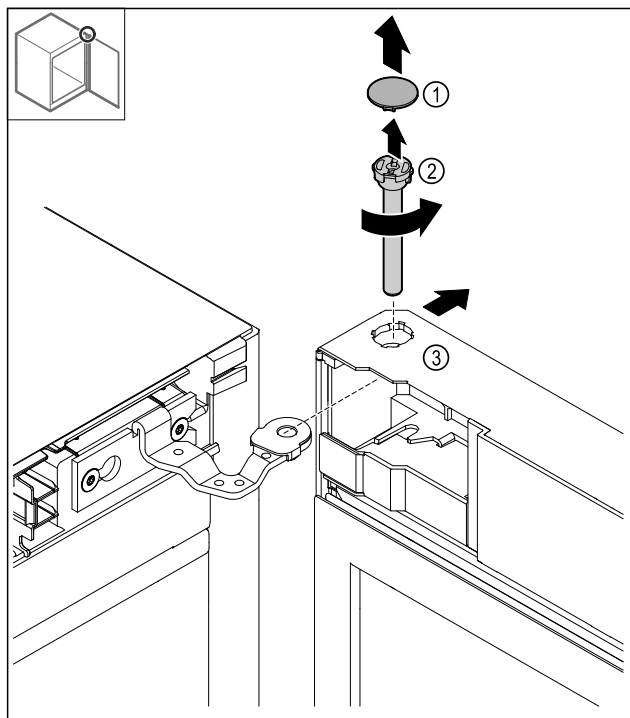

Fig. 15
- Rimuovere la copertura Fig. 15 (1).
- Allentare i bulloni Fig. 15 (2) in senso antiorario e rimuoverli.
- Ribaltare leggermente la porta Fig. 15 (3).